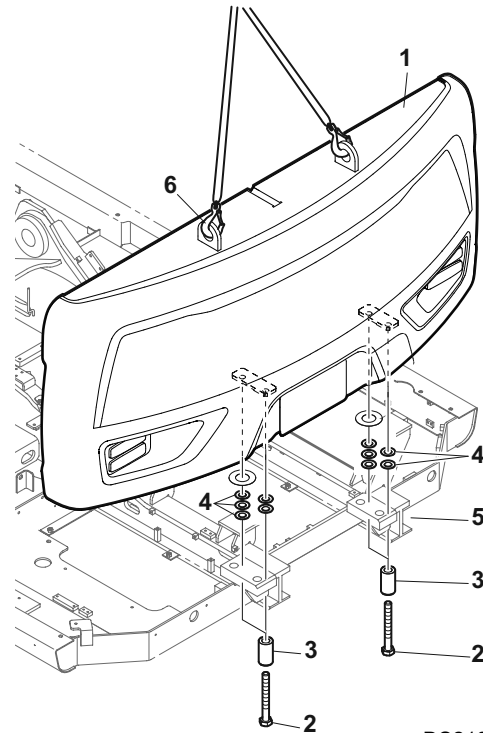

Figura 4
12. Utilizando un dispositivo de elevación capaz de manipular una carga pesada, soporte parcialmente el contrapeso (1) por sus orificios de izaje (6, Figura 4) antes de aflojar los cuatro pernos (2). Detener la elevación con la grúa auxiliar tan pronto como las eslingas de elevación estén tensas.
13. Retirar los cuatro pernos (2, Figura 4), los separadores (3) y los suplementos (4) del contrapeso (1).
14. Cuando se hayan quitado los pernos (2, Figura 4), separadores (3) y suplementos (4), elevar el contrapeso (1) una distancia muy corta por encima del marco de soporte (5) y detenerse. Comprobar las eslingas y asegurarse de que el contrapeso se soporta de manera uniforme.